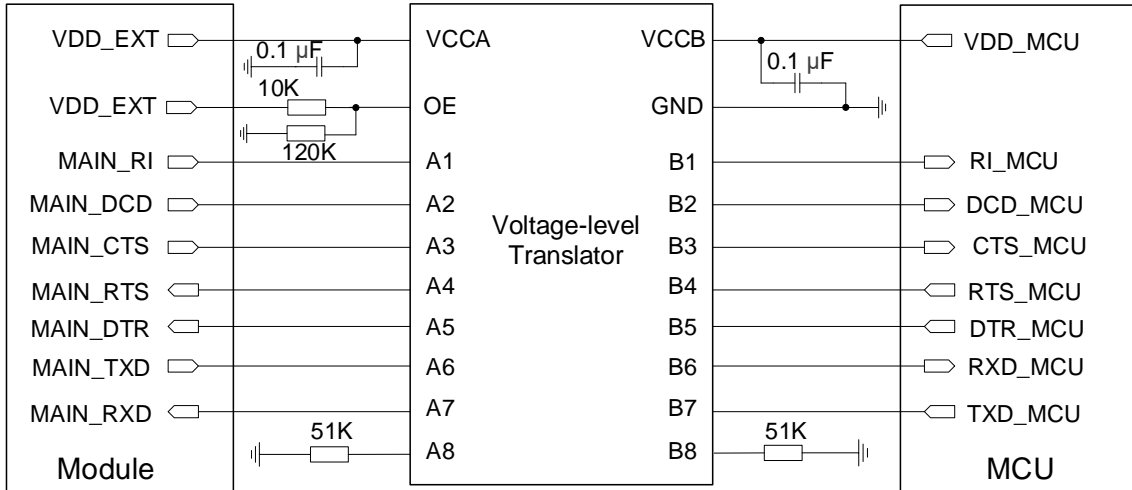
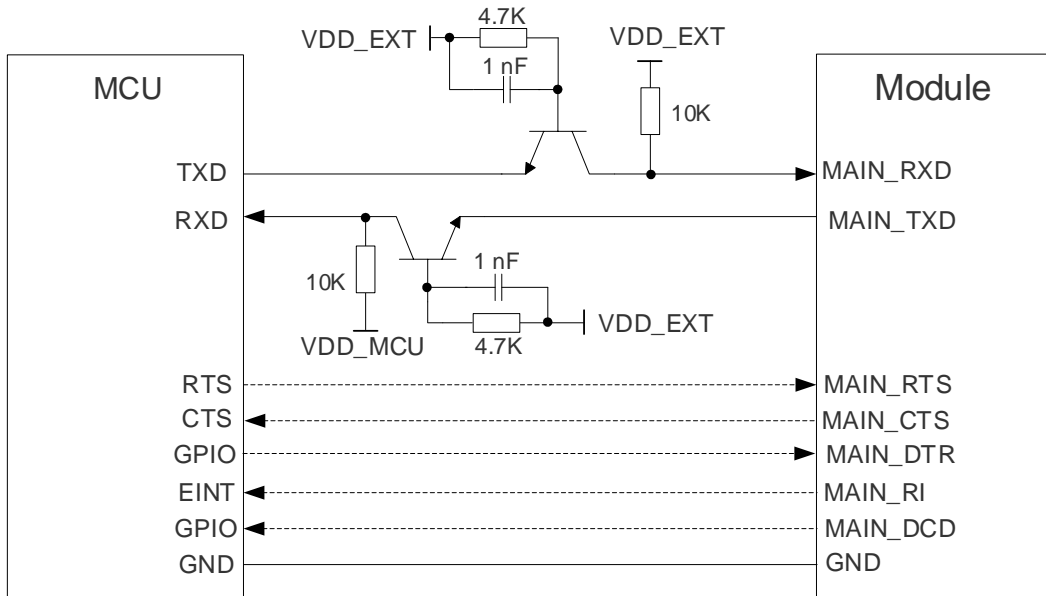

图 22：电平转换芯片参考设计（主 UART）
图 23：晶体管电平转换电路参考设计（主 UART）
4. 电平转换参考电路(图 22 和 图 23)以主 UART 为例，调试 UART 和辅助 UART 的电平转换电路与主 UART 连接方式相同。